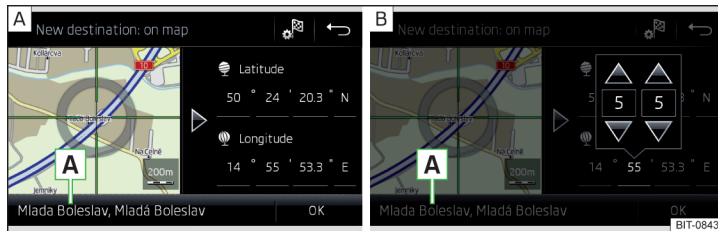

Abb. 170 Ziel eingeben: über den Kartenpunkt / mithilfe von GPS-Koordinaten
- Durch Bildschirmberührung das gewünschte Ziel in das Fadenkreuz verschieben » Abb. 170 - A.
- Die Funktionsfläche mit dem gewünschten Wert der GPS-Koordinate für die geografische Breite  und geografische Länge  antippen » Abb. 170 - B.
Sind in den Navigationsdaten des Infotainments Informationen zum eingegebenen Punkt verfügbar, dann werden diese statt der GPS-Koordinaten angezeigt (bspw. Adresse A » Abb. 170).